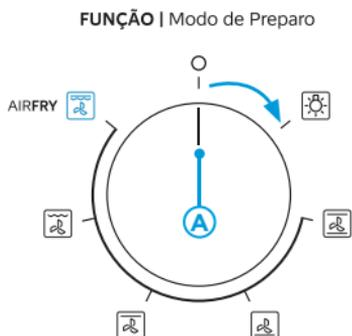

Fig. 3
1. Para seleccionar uma das funções do forno, gire o botão de função para a direita ou esquerda até o indicador chegar na função desejada (“**A**” - Fig. 3).